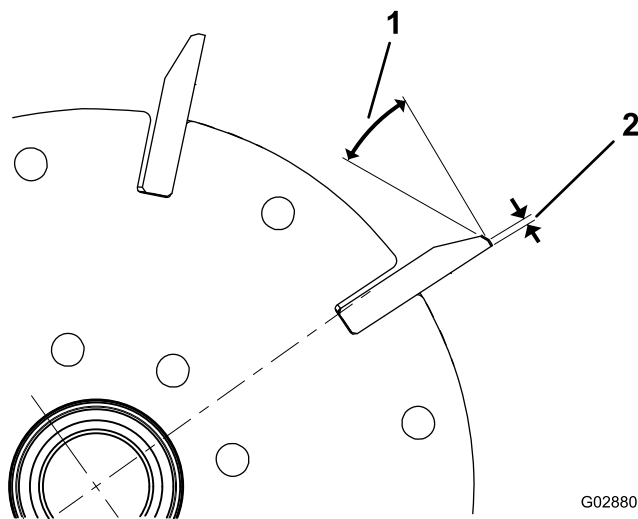
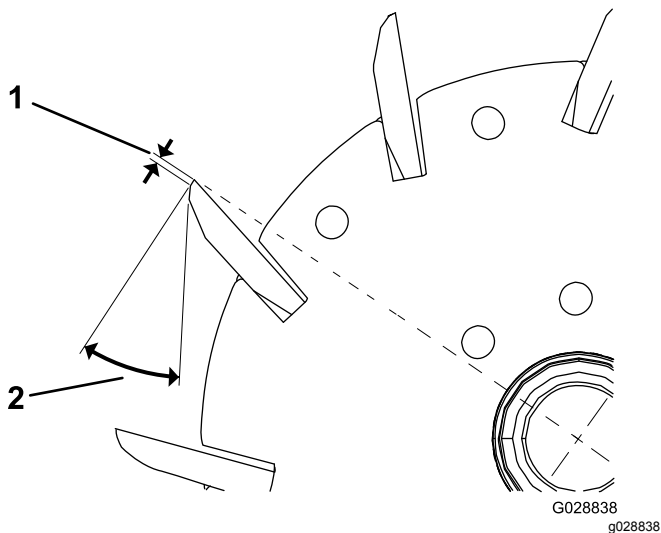

図 13
図 14
1. 全部のリール刃に  $30^\circ$  の角度で2番削りを行って、ランド部の幅を  $1.3\text{ mm}$  にしてください 図 13 と 図 14。